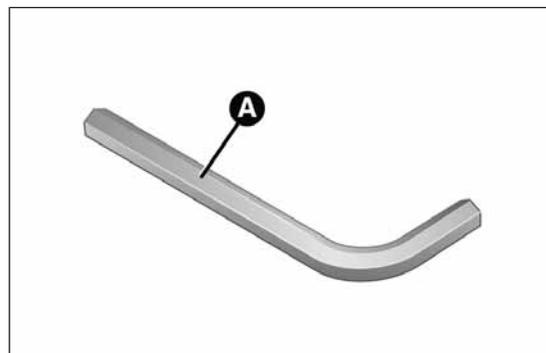

fig. 177
- prendre la clé Allen A fig. 177 fournie ;